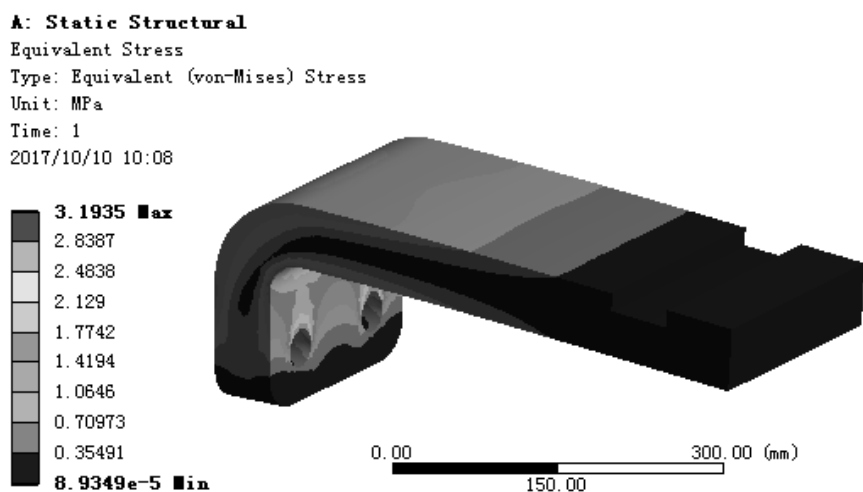

图 7.2.14 应力结果图解
(3) 查看应力结果图解。在“Outline”窗口中选中  **Equivalent Stress**，查看图 7.2.14 所示的应力结果图解，其最小应力为 0.000089MPa，其最大应力为 3.0897 MPa。